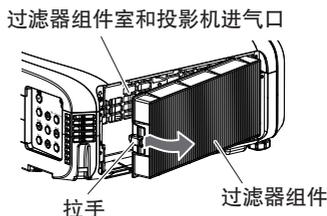

图 2
- 按图中的箭头所示,轻轻地向内按压连接端子侧(背侧)的机架中心处的拉手,与此同时将过滤器组件从投影机弹片中拉出,从而取下过滤器组件。(图2)
3) 移除过滤器组件。(图2)